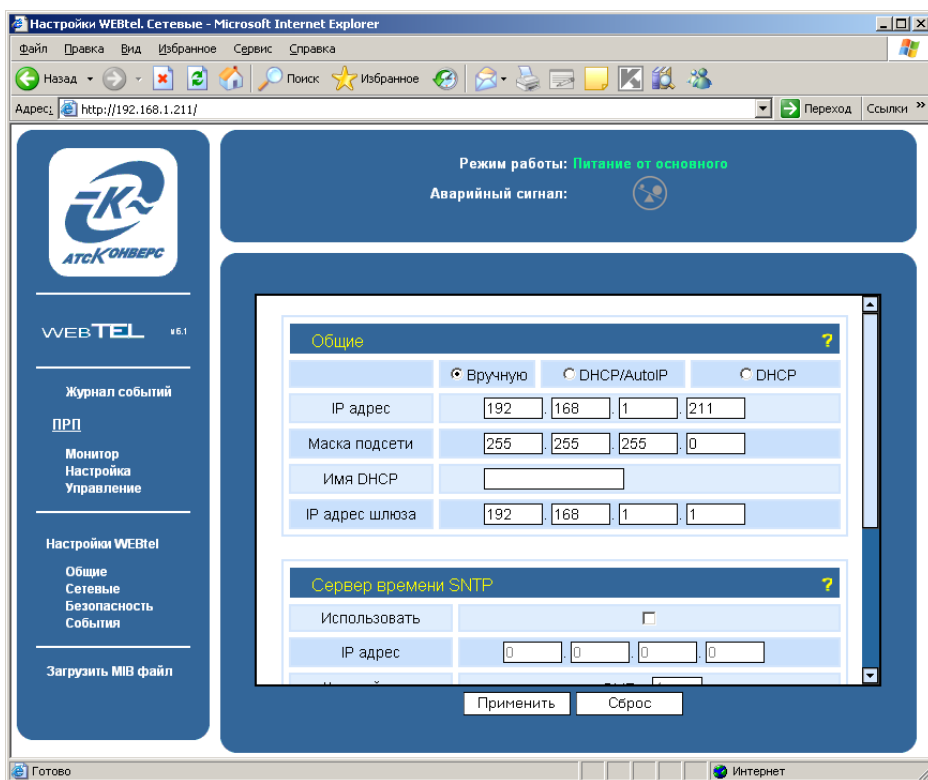

Рисунок 14 – Страница настройки сетевых параметров адаптера
7.8.1 Вход на эту страницу (рисунок 14) защищен паролем, аналогично п. 7.4.